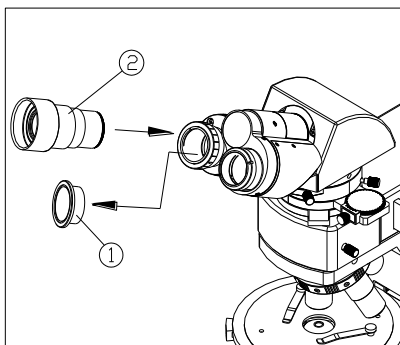

图 12
- (1) 取下目镜管盖①。(如图 12)
- (2) 把目镜②插入目镜管中, 插到底为止。